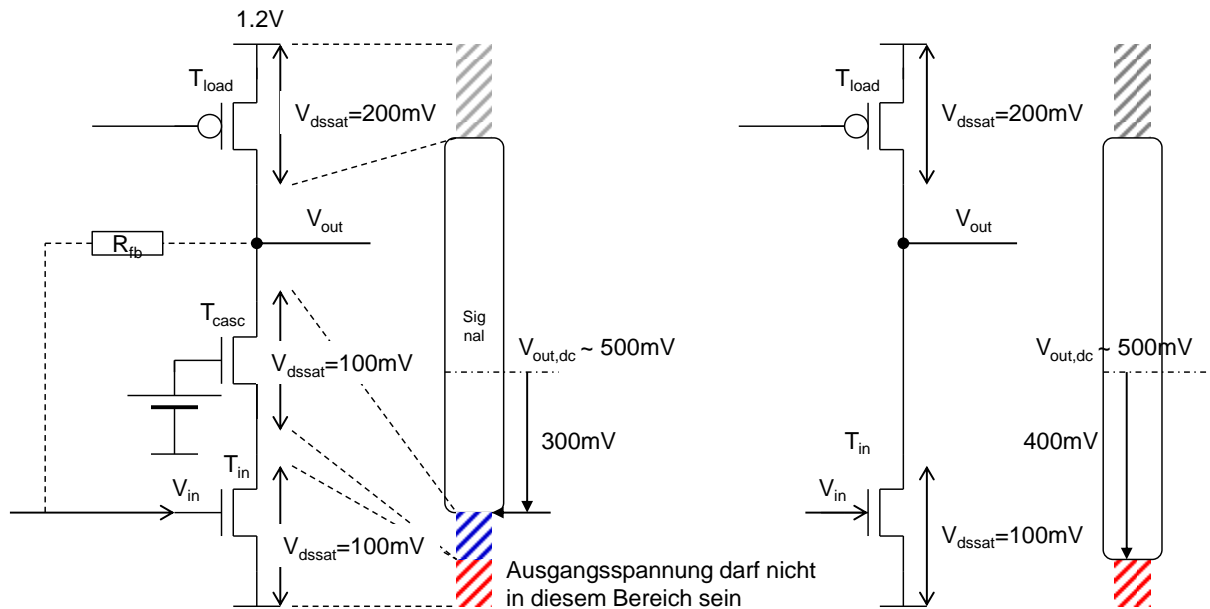

Abbildung 24: Dynamikbereich des Verstärkers mit Kaskode (links) und des Verstärkers ohne Kaskode (rechts)
Wenn wir den Verstärker mit der Gegenkopplung wie in Vorlesungen 5-6 stabilisieren (illustriert mit  $R_{fb}$  in Abbildung 24), gilt für die DC Werte  $V_{in} = V_{out}$ .
$V_{out}$  DC Wert ist also 0.5V (21) und das Potential am Ausgang bis 1.0V steigen (21) und bis 0.2V sinken (19). Wenn wir ein um den Mittelwert symmetrisches Signal haben, ist die Maximale Amplitude 0.6 V peak to peak (Abbildung 24).